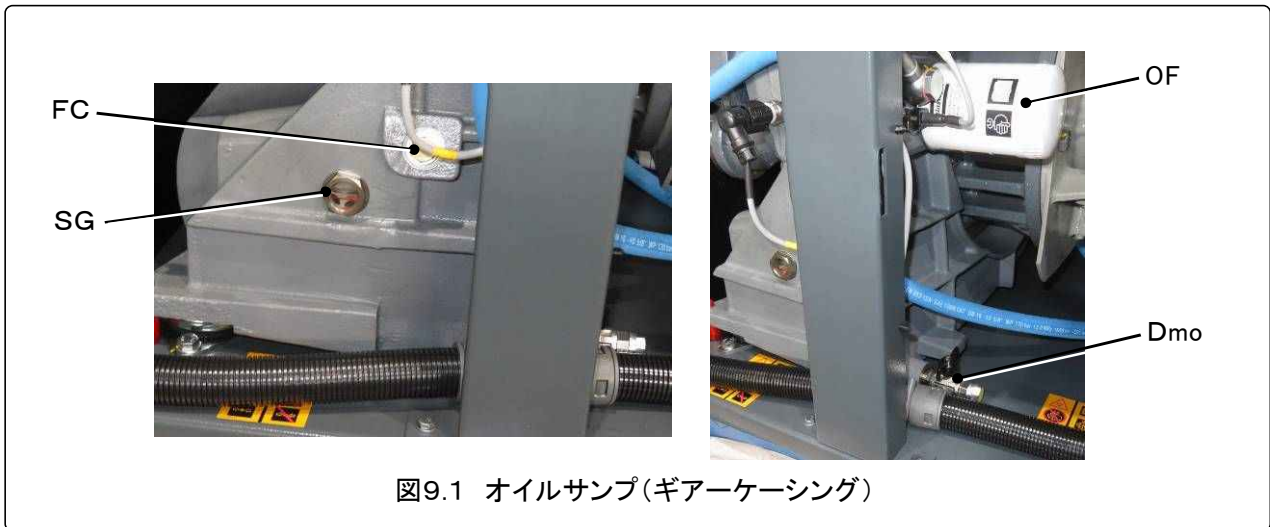

図9.1 オイルサンプ(ギアーケーシング)
- 4) 注油口プラグ(図9.1-FC)を取り外し、オールドレンバルブ(図9.1-Dmo)を開き、ギアケーシング内のオイルを抜いてください。